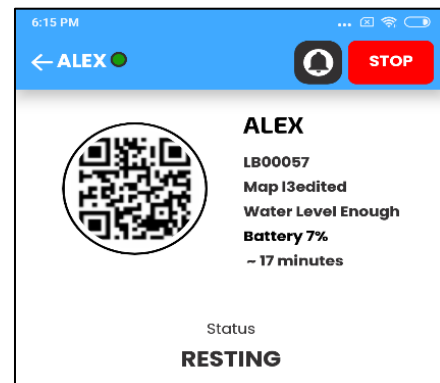

Fig. 2
- Le bouton-poussoir E-stop est situé dans le coin supérieur droit de chaque écran d'application (Fig. 2).